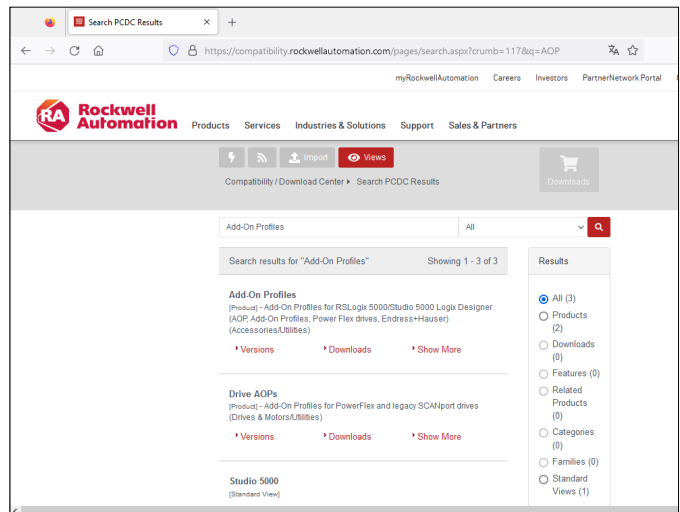

Abb. 119: „Add-On Profiles“ auf Rockwell Automation Webseite
1. Öffnen Sie den Bereich „Download Center“ auf der Homepage von Rockwell Automation und suchen Sie nach „Add-On Profiles“ (Abb. 119).